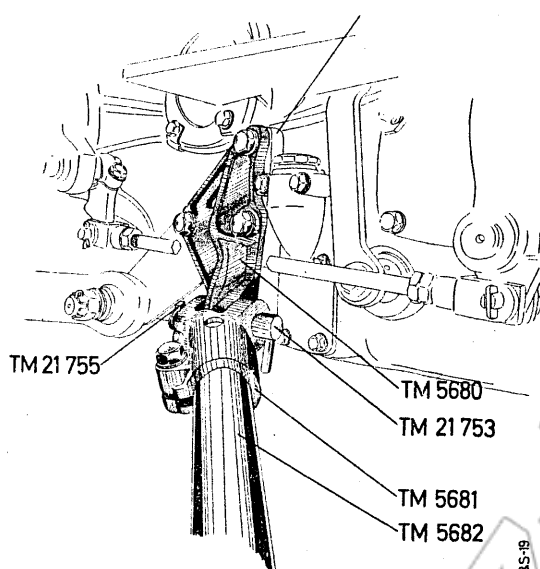

Abb. 5
6. Anschließend wird das **hintere Tragrohr TM 5682** mit dem Lagerkopf TM 5681 mit dem hinteren Befestigungsbock TM 5680 durch den Lagerbolzen TM 21 753 verbunden und durch den Klappsplint TM 21 755 gesichert. (Abb. 5)
Wenn die Voreilung berichtigt werden muß, ist die Sechskantschraube am Lagerkopf TM 5681 des hinteren Tragrohres zu lösen, so daß eine Längseinstellung des hinteren Tragrohres vorgenommen werden kann (Abb. 5). Zweckmäßig werden Voreilung und Messerhub gleichzeitig eingestellt, da beide Punkte in ihrer Einstellung voneinander abhängig sind.